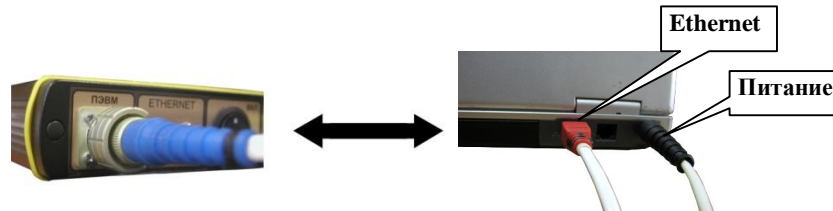

Рисунок 2.1.6. Подключение кабеля Ethernet
- Соедините кабелем ПЭВМ ноутбук и блок управления. Кабель присоединяется к разъему ПЭВМ блока управления с одной стороны и к разъему Ethernet и разъему питания с другой (рисунок 2.1.6);